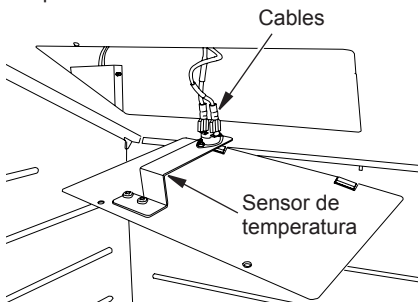

Figura 5 - Conexión de los cables de sensor de temperatura
5. Conectar los cables al sensor de temperatura como se muestra en la Figura 5.